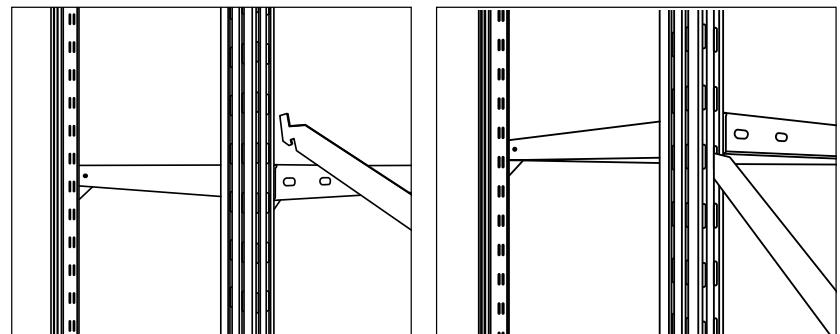

Рис. 10. Установка растяжки крестовины
4. Крестовина жесткости располагается с задней стороны стеллажа. Вставьте зацепы растяжки крестовины жесткости в отверстия торца противоположных спаренных стоек на одном уровне, затем согните их под углом 45 градусов по направлению к центру стеллажа, соединение растяжек (пластин) крестовины происходит с помощью двух талрепов (типа «крюк-крюк»), т.е. каждые две диагональные растяжки крестовины жесткости соединяются одним талрепом (рис. 10–11).